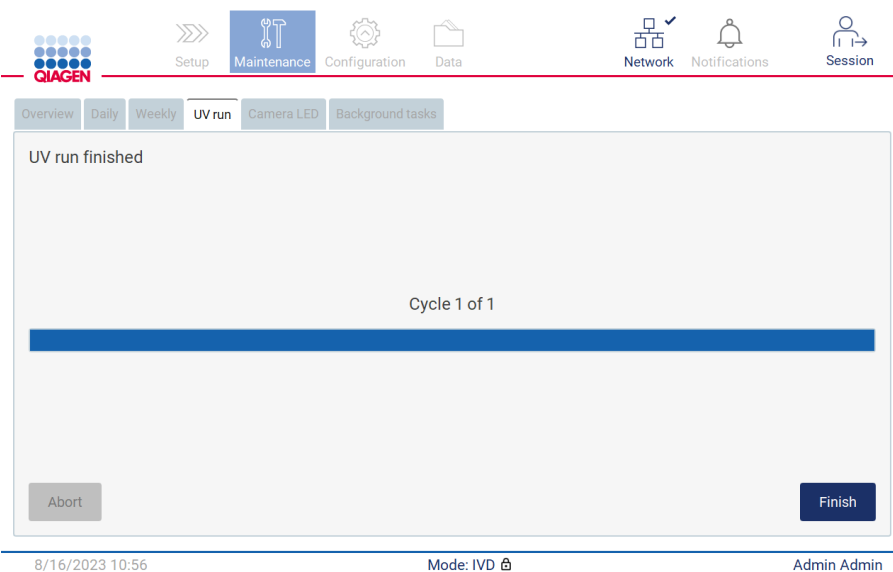

Figura 186. Ecrã de execução com UV concluída.
7. É apresentada uma mensagem (consulte a Figura 186 abaixo) após a execução com UV. Toque em **Finish** (Concluir) para concluir a execução com UV.